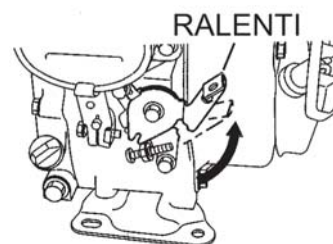

Figure 14. Levier d'accélérateur (lent)
4. Positionnez le **levier d'accélérateur** (figure 14) en position **lent** (ralenti)